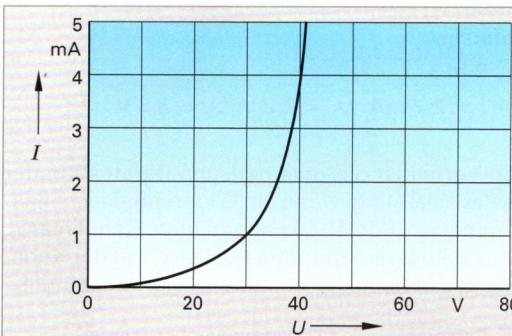

Bild 2: Kennlinie eines VDR
6. Über einen Vorwiderstand wirken auf den VDR mit Kennlinie **Bild 2** unterschiedlich hohe Spannungspulse von im Mittel 60 V. Am VDR sollen ausgeglichenere Spannungspulse von im Mittel nur noch 30 V entstehen. Ermitteln Sie zechnerisch a) den Vorwiderstand, b) den Höchstwert des Spannungspulses am VDR, wenn der Höchstwert am Schaltungseingang 80 V beträgt.